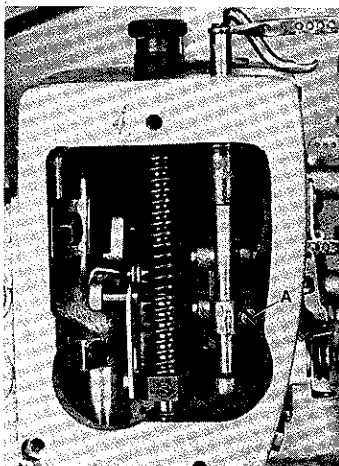
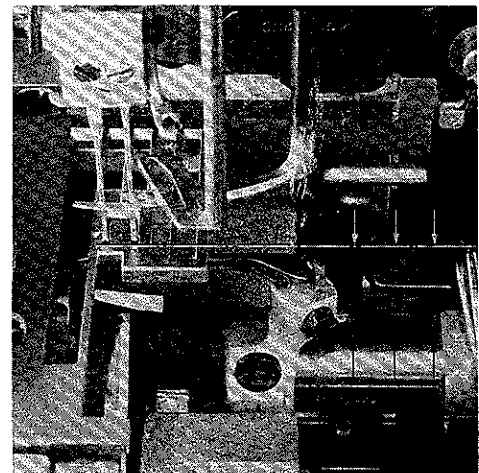
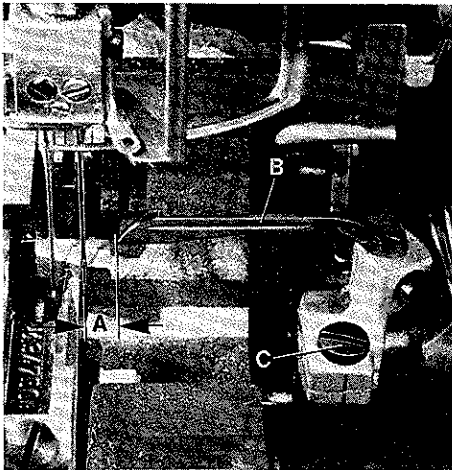
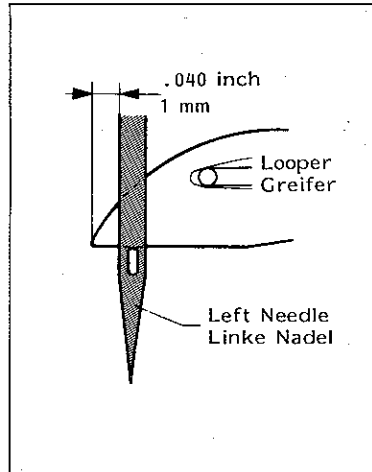

Fig.16
Fig.17
Fig. 18
Fig. 19
3. Loosen screw (A, Fig. 16) and turn needle bar as required, so the needles center in the needle holes of throat plate and are parallel to the looper shaft (see Fig. 17). This can be checked by holding a ruler against the needles.
4. Retighten screw (A, Fig. 16).
Turn the pulley until the looper (B, Fig. 18) is at its farthest position to the right. In this position the distance (A, Fig. 16) from the center of the right needle to the point of looper should be 4,8 mm (3/16 in.) on the two-needle 8, 10 and 12 gauge styles and 4,0 mm (5/32 in.) on the three-needle 16 gauge styles. Looper gauges No. 21225-3/16 and No. 21225-5/32 can be used advantageously in making this setting.
The height of needle bar is correct, when the looper point at its travel from right to left is 1 mm (.040 in.) left of the left needle (see Fig. 19) and the top of the needle eye is flush with the underside of the looper. For adjustment loosen screw (A, Fig. 16) and move needle bar up or down as required. Retighten screw (A).
* The needle bar can also be aligned and set to height without removing the Metering Device. For this, remove plug (Q, Fig. 57) in the head cover plate to have access to screw (A, Fig. 16) in the needle bar connection. Remount the plug.
3. Lösen Sie die Schraube (A, Fig. 16) und drehen Sie die Nadelstange so, daß die Nadeln mittig in die Stichlöcher der Stichplatte einstechen und parallel zur Greiferwelle stehen (siehe Fig. 17). Dies kann durch Anlegen eines Lineals an die Nadeln geprüft werden.
4. Ziehen Sie die Schraube (A, Fig. 16) wieder an.
Drehen Sie am Handrad bis der Greifer (B, Fig. 18) in seiner rechten Einstellung ist. In dieser Stellung muß der Abstand (A, Fig. 18) zwischen Mitte rechter Nadel und Greiferspitze 4,8 mm (3/16 in.) bei den Zweinadel 8, 10 und 12 gauge Maschinen und 4,0 mm (5/32 in.) bei den Dreinadel 16 gauge Maschinen sein. Die Greifereinstelllehren Nr. 21225-3/16 und Nr. 21225-5/32 erleichtern diese Einstellung.
Die Nadelstangenhöhe ist richtig eingestellt, wenn die Greiferspitze bei ihrem Weg von rechts nach links 1 mm links der linken Nadel steht (siehe Fig. 19) und Oberkante Nadelöhr und Unterkante Greifer in gleicher Höhe stehen. Lösen Sie für diese Einstellung die Schraube (A, Fig. 16) und schieben Sie die Nadelstange nach Bedarf nach oben oder unten. Ziehen Sie die Schraube (A) wieder an.
* Die Nadelstange kann auch ohne Abbau der Zumeßeinrichtung (Metering Device) ausgerichtet und auf die Höhe eingestellt werden. Entfernen Sie dazu den Verschußstopfen (Q, Fig. 57) in der Kopfdeckelplatte, damit die Schraube (A, Fig. 16) im Nadelstangen-Mitnehmer zugänglich wird. Montieren Sie den Verschußstopfen wieder.
For adjustment loosen clamp screw (C, Fig. 18) and rotate the looper holder as required. Retighten the clamp screw. Always check the looper gauge setting after setting the looper to back of the needle, and conversely, always check the setting of the looper to the back of the needle after setting the looper gauge.
Zur Einstellung lösen Sie die Pratzschraube (C, Fig. 18) und verdrehen den Greiferhalter entsprechend. Ziehen Sie die Schraube wieder an. Überprüfen Sie immer den Greiferabstand nachdem Sie den Greifer zur Nadelrückseite eingestellt haben und umgekehrt, prüfen Sie immer die Stellung des Greifers zur Nadelrückseite, wenn Sie den Greiferabstand eingestellt haben.